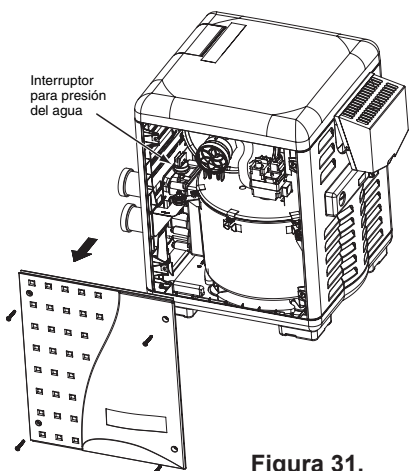

Figura 31.
1. Retire las cuatro tuercas mariposa que sujetan el panel superior. Levante el panel superior para retirarlo. **Ver Figura 31.**